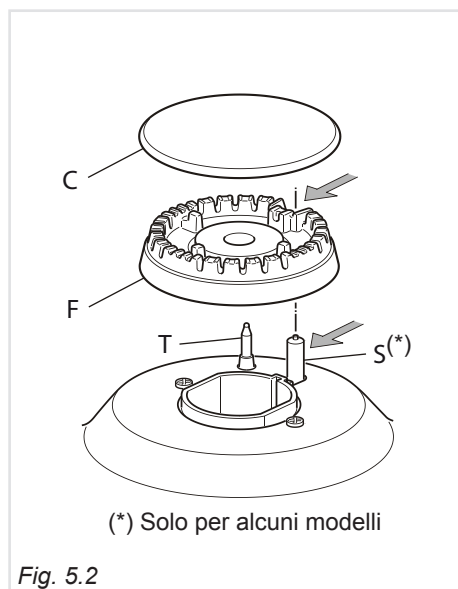

Fig. 5.2
- Verificare che la sonda "T" (fig. 5.2) vicino ad ogni bruciatore sia sempre ben pulita in modo da permettere il regolare funzionamento della valvolatura di sicurezza.
- Solo per i modelli con accensione elettrica: verificare che l'elettrodo "S" (fig. 5.2) sia sempre ben pulito in modo da permettere lo scoccare regolare delle scintille.
É molto importante verificare il perfetto posizionamento dello spartifiamma "F" e del cappello "C" del bruciatore (vedere figure 5.2 - 5.3) perché un loro spostamento dalla sede può essere causa di gravi anomalie.